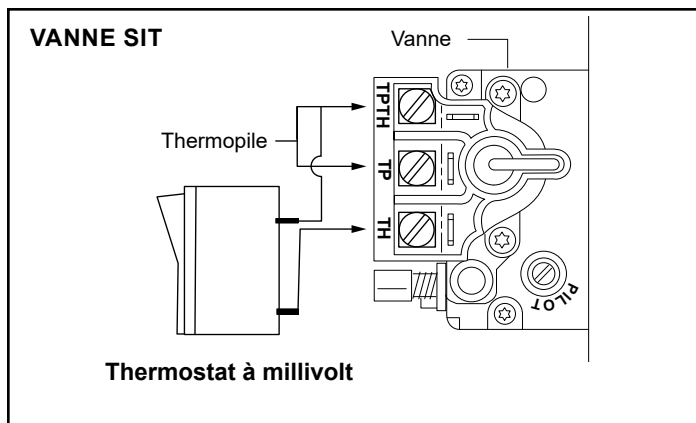

Figure 3.26 – Installer le câblage sur le thermostat avant de le connecter à la vanne.
2. Connectez les fils du thermostat ou de l'interrupteur mural à la vanne (figure 3.26).